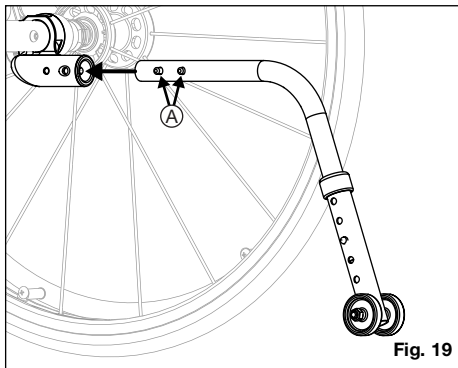

Fig. 19
Sådan installeres standard tipsinkring (Fig. 19)
1. Tryk på udløserstiften bagtil (fig. 19:A) på tipsinkring røret, så begge udløserstifter trækkes ind.